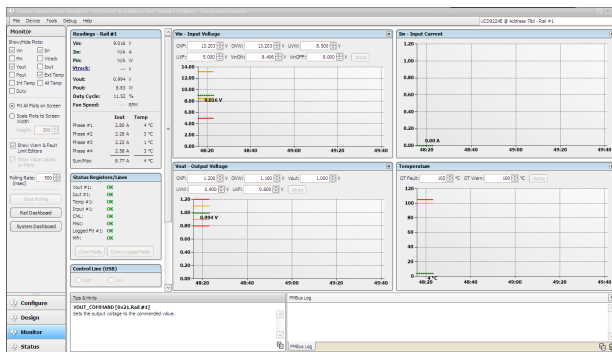

图 5：在线工具的监控界面
- 监控：如图 5，在线对输出电流/电压，输入电压等的实时监控；